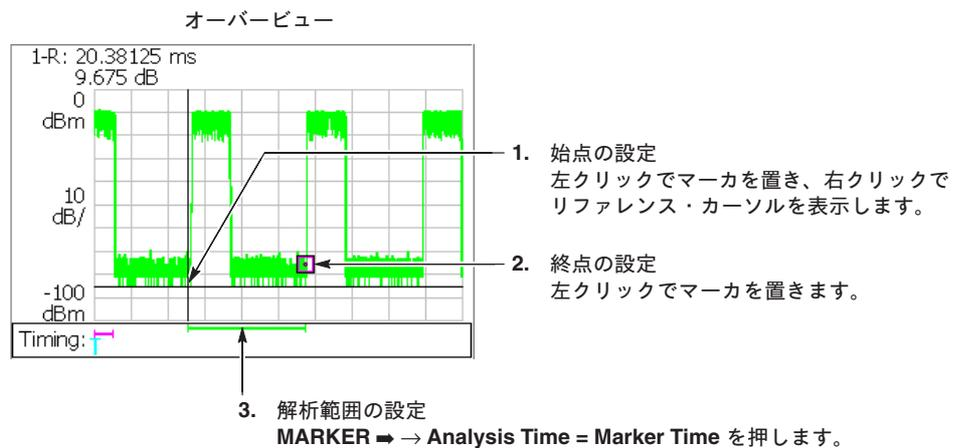

図 4-29 : マウスを使用した解析範囲の設定
2. 目盛り内でマウス・ポインタを解析範囲の始点に置いて左クリックし、マーカーを始点に移動します (図4-29 参照)。